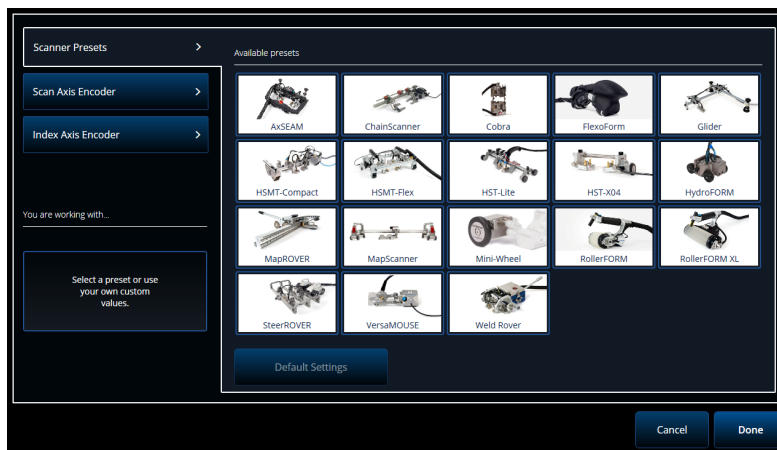

図 5-1 スキャナーのプリセット選択リスト
2. ■■■ Scan (スキャン) > Inspection (探傷) > Encoders (エンコーダー) を選択してエンコーダー設定画面にアクセスし、仕様に合わせてエンコーダーパラメータを設定します (208 ページの図 5-1)。プリセットスキャナーを使用するか、このメニューから軸のパラメータを編集できます。